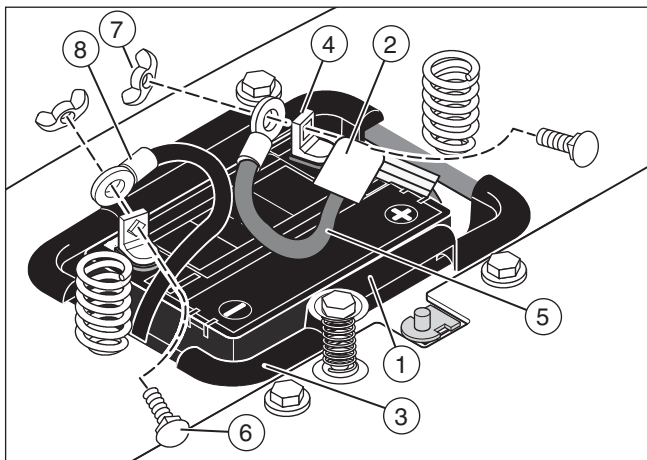

Figure 4
1. Vérifiez le haut de la batterie (1) et repérez la date (Figure 4).
1. Enlevez la batterie (1) et son bac (3) (Figure 4).
4. Installer la batterie et son bac. S'assurer que la borne positive (+) (4) est à gauche.
1. Enlevez les capuchons des bornes de la batterie (Figure 4).
2. Faites glisser le capuchon de borne (2) sur le câble rouge (5). Attachez le câble rouge à la borne positive (+) (4) à l'aide des attaches (6) et (7).